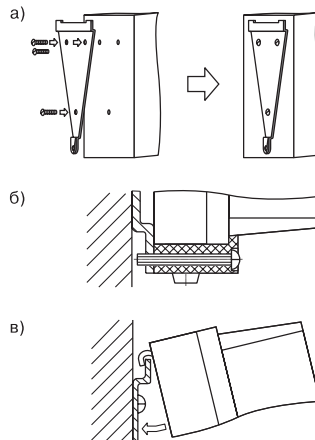

Рисунок 10
1. Закрепить кронштейн тремя винтами М4 на поверхности, предназначенной для установки прибора (см. *прил. А* и рисунок 10, а).
2. Зацепить крепежный уголок на задней стенке прибора за верхнюю кромку кронштейна (рисунок 10, б)
3. Прикрепить прибор к кронштейну винтом М4 x 35 из комплекта поставки (рисунок 10, в).